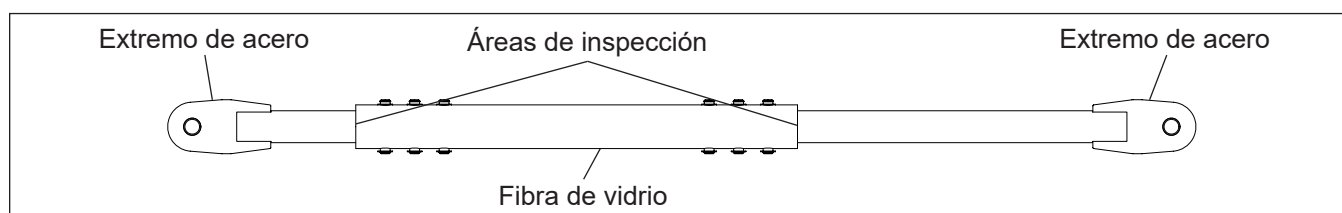

Figura 4.22 — Áreas de inspección del enlace
3. Debe inspeccionar el área del enlace donde el extremo de fibra de vidrio se une con el extremo de acero (consulte la Figura 4.22). Inspeccione ambos extremos del enlace.